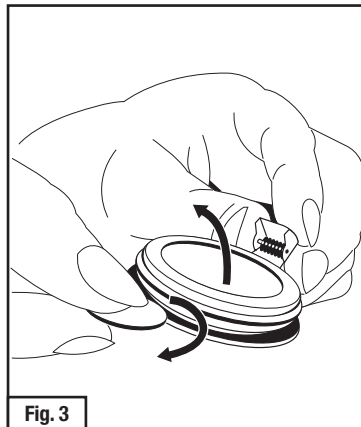

Fig. 3
5. Después de la conclusión del periodo de muestreo, quite el anillo plástico y la película blanca del monitor (Fig. 3). **PASE DE INMEDIATO AL PASO 6.**